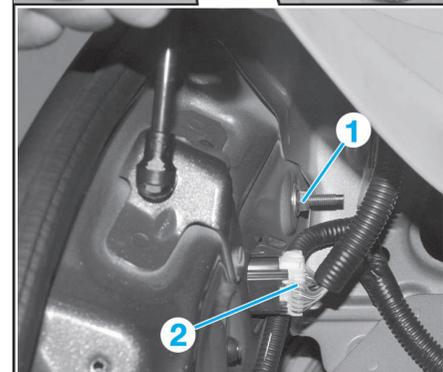

FIG. 96
- Déposer l'écrou (1) (Fig.96), puis extraire le feu AR en débranchant le connecteur (2).